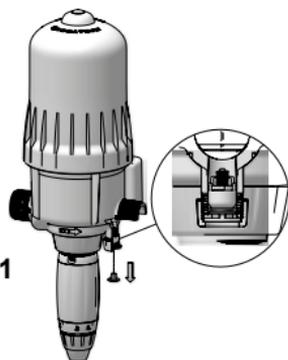

Fig. 11
- Il rétablit automatiquement la pression atmosphérique dans l'installation en cas de dépression accidentelle* (Fig. 11).